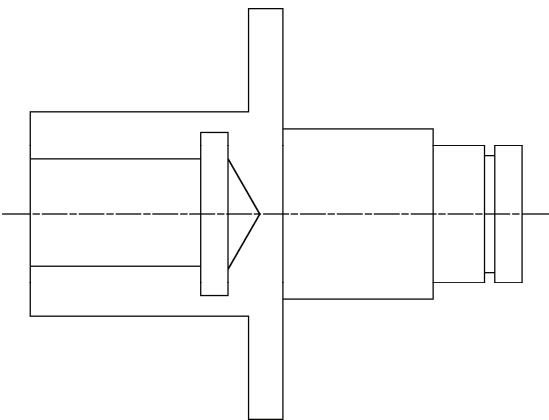

图 2-43 合并线段
3) 执行“打散”命令(x)，将图形打散；执行“合并”命令(J)，按照图示位置选择相关线段进行上下合并，如图 2-43 所示。